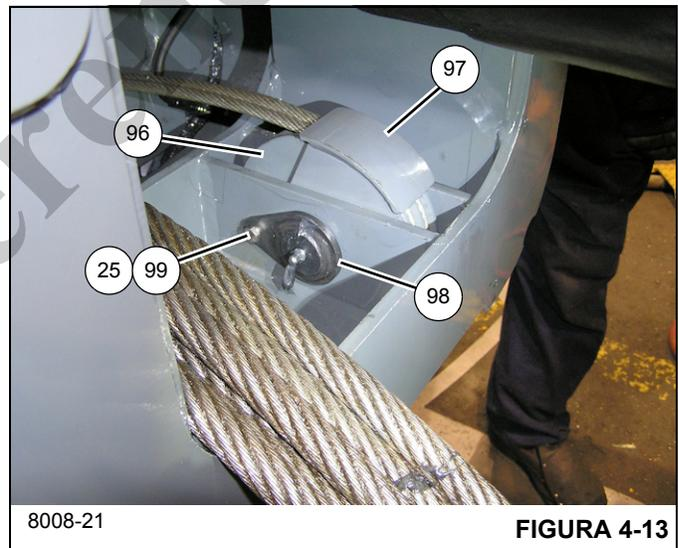

FIGURA 4-13
44. Retire el perno (99), la arandela de seguridad (25) y el miembro soldado del eje (98) que fijan el miembro soldado del protector de polea (97) y el conjunto de polea (96) a la parte trasera de la sección telescópica 2 (3) (lados izquierdo y derecho) (vea la Figura 4-13).